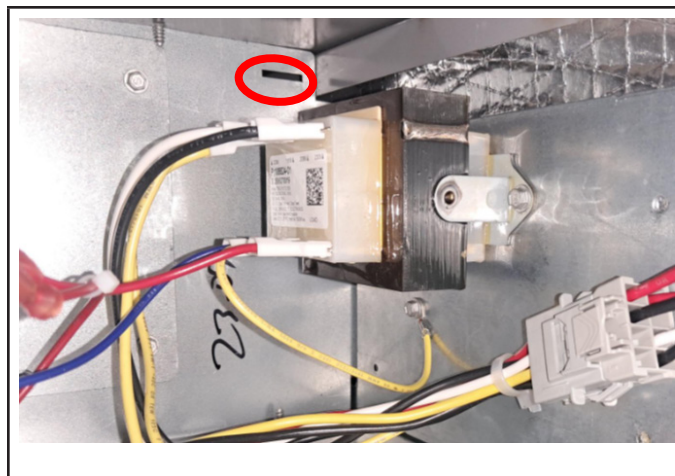
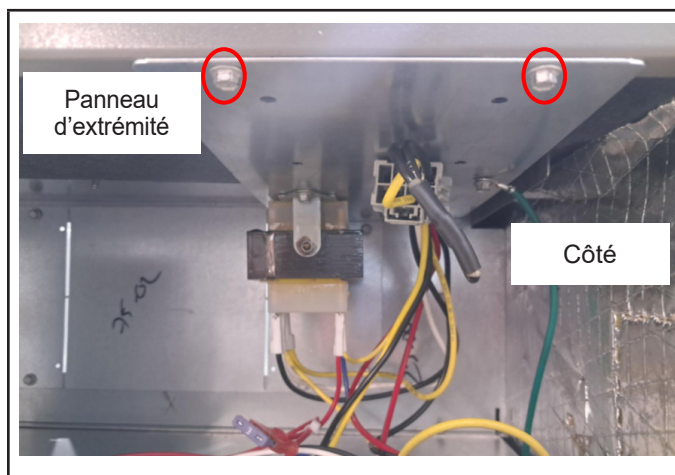

FIGURE 22. Fente pour le déplacement du panneau du contrôleur
FIGURE 23. Panneau du contrôleur déplacé vers le panneau d'extrémité (Configuration horizontale avec refoulement par la droite)
- 2 - Faites glisser le panneau du contrôleur dans l'encoche du panneau de fixation du chauffage électrique (FIGURE 22). À l'aide des vis retirées à l'étape 1, fixez le panneau du contrôleur au panneau d'extrémité, comme illustré à la FIGURE 23.